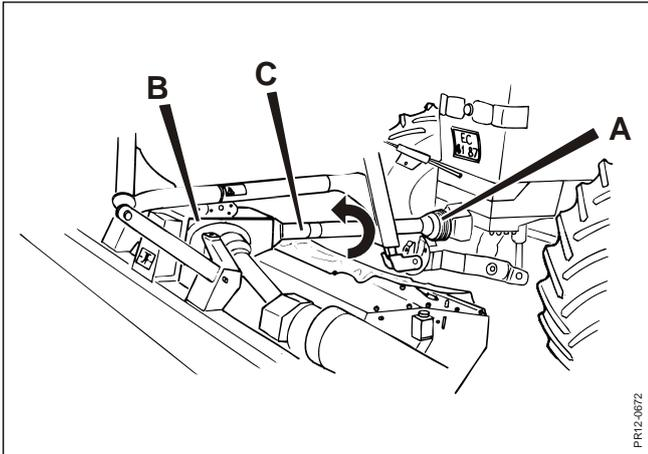

Fig. 2-1
**Fig. 2-1** Die Maschine ist zu einer Zapfwellengeschwindigkeit vom Schlepper von **1000 RPM** konstruiert und passend für Schlepper, wo die Drehrichtung gegen den Uhrzeigersinn **A** ist, wenn man auf die Front des Schleppers sieht.
Schließlich muss kontrolliert werden, daß die der Zapfwellenanschluß des Schleppers für die 1000 rpm ist, wofür die Maschine konstruiert wurde, und daß die Drehrichtung korrekt ist lt. Fig. 2-1.